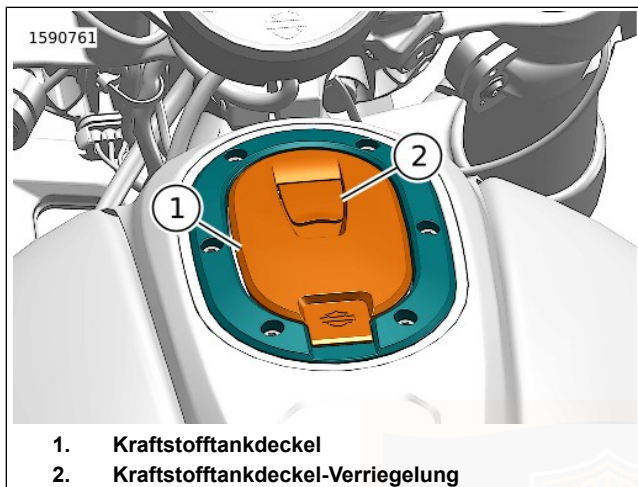

Abbildung 10. Kraftstofftank
Siehe Abbildung 10. Die Kraftstofftankdeckel-Verriegelung (2) hochziehen, um den Deckel (1) zu öffnen.